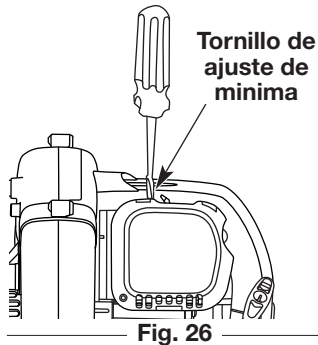

Fig. 26
La velocidad mínima del motor puede ser ajustada. Puede tener acceso al tornillo de ajuste de mínima a través de un orificio en la parte superior de la cubierta del motor (Fig. 26).
- Suelte el gatillo del regulador y deje que el motor funcione en mínima. Si el motor se para, inserte un destornillador Phillips pequeño en el orificio de la cubierta del motor (Fig. 26). Gire el tornillo de mínima hacia adentro, en sentido horario, de a 1/8 de vuelta por vez (según sea necesario) hasta que el motor funcione en mínima suavemente.